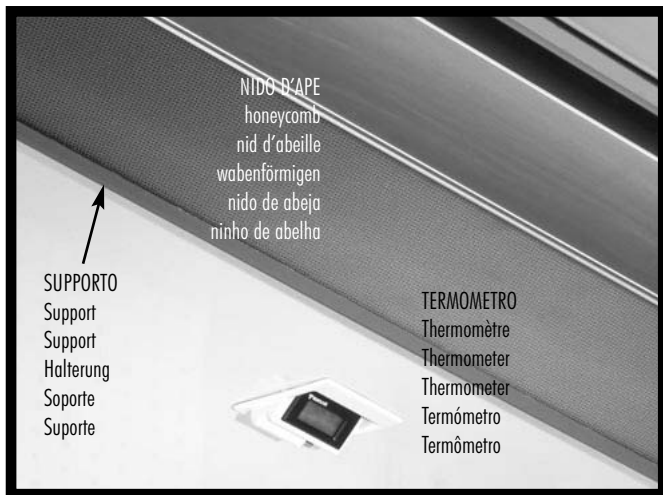

fig. 16
4) **Ogni sei mesi procedere alla pulizia del nido d'ape.** Agire nel modo seguente (fig. 16 - pag. 7):